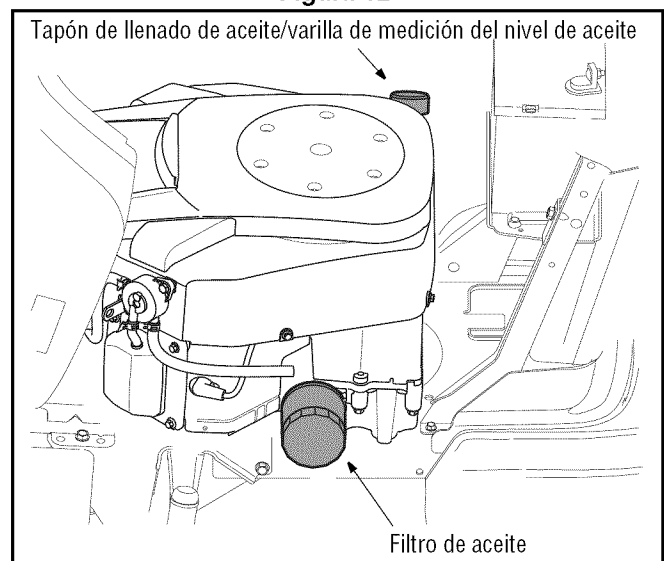

Figura 13
- Antes de extraer el filtro de aceite usado, limpie alrededor de la base para evitar que los residuos ingresen en el cárter. Vea la Figura 13.